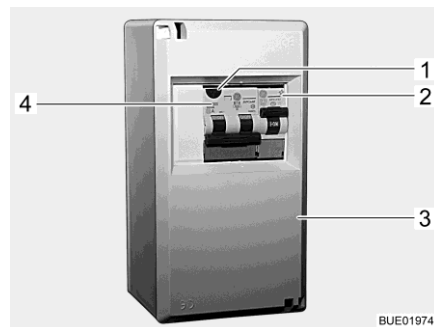

Fig. 194 Caja de fusibles de 230 V
Un interruptor de corriente de defecto / de protección de línea combinado (Fig. 194,4) en la caja de fusibles (Fig. 194,3) protege al vehículo completo de corrientes de defecto (0,03 A).
En los vehículos con equipamiento especial (p. ej. la instalación de aire acondicionado), un interruptor de protección de línea adicional (10 A) (Fig. 194,2) protegerá el aparato.
- Si el vehículo está conectado a la alimentación de 230 V, pulsar la tecla de prueba (Fig. 194,1). El interruptor de corriente de defecto debe disparar.